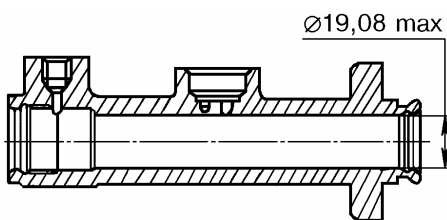

Рис. 9.
4.2.1 Корпус 2101-1602615 главного цилиндра сцепления, рис. 9.